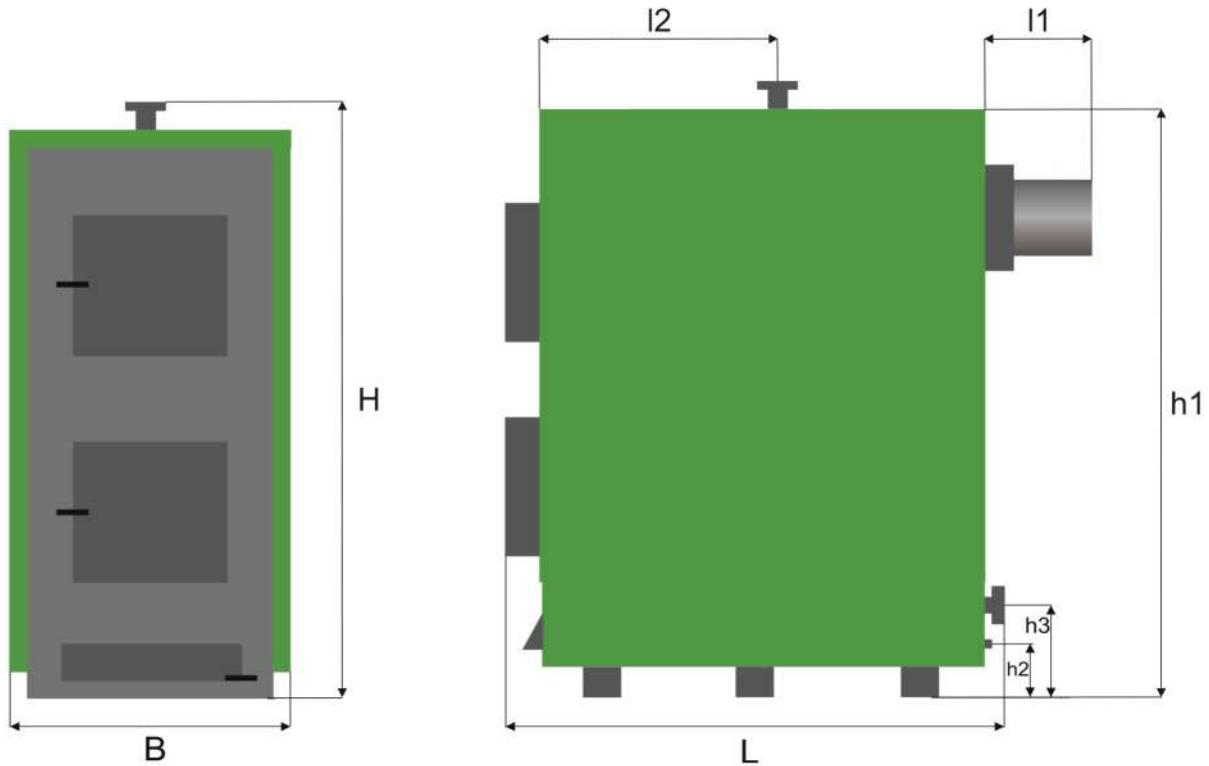

Рисунок 1 - Габаритные и присоединительные размеры Котлов моделей Р 52 - 102 базовой комплектации.
Габаритные и присоединительные размеры Котла (см. рис.1), мм:
Котел (рис.1, 2) представляет собой стальной сварной каркас, обшитый снаружи съемной декоративной теплоизолированной облицовкой. Каркас совместно с облицовкой образуют корпус. Корпус устанавливается на собственных опорах (12).